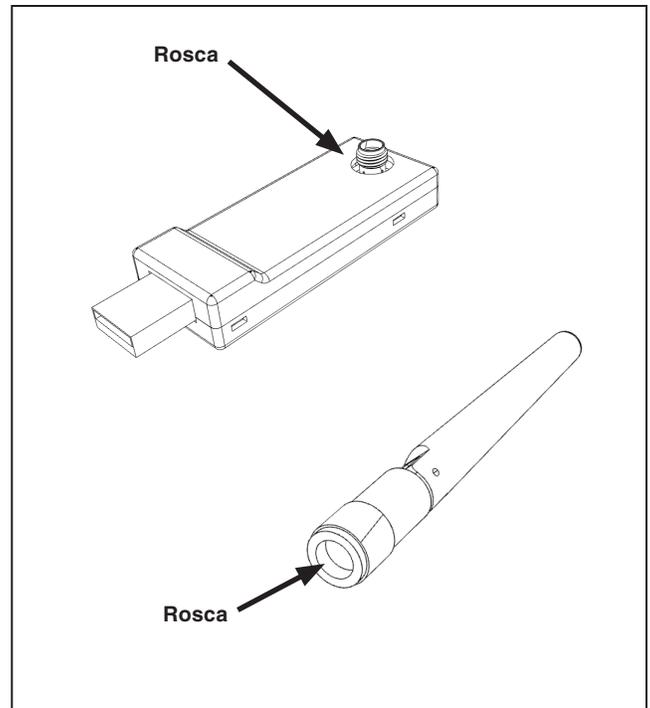

Figura 1. Instalação da antena.
PASSO 1. Aparafuse a rosca inferior da antena no conector rosqueado do transceptor USB. Ver Figura 1.